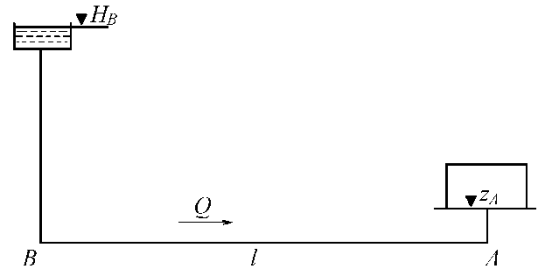

Рис. 2
3. Определить диаметр трубопровода для подачи 15 л/с воды от водонапорной башни В до предприятия А (рис. 2) при длине трубопровода $l = 1000$ м, отметке уровня воды в башне $H_B = 32$ м, геодезической отметке в конце трубопровода $z_A = 2$ м и свободном напоре $H_{св} \geq 12$ м, если трубы:
Перепад уровней в пьезометрах до сужения ($D_1 = 0,1$ м) и в узкой горловине ($D_2 = 0,05$ м) в трубе круглого сечения, в которой установлен водомер Вентури, составляет 0,4 м. Ускорение свободного падения принять равным 10 м/с^2 , $\pi = 3,14$. При входе в узкую горловину водомера, приведенного на рис. 2,
Перепад уровней в пьезометрах до сужения ($D_1 = 0,1$ м) и в узкой горловине ($D_2 = 0,05$ м) в трубе круглого сечения, в которой установлен водомер Вентури, составляет 0,4 м. Ускорение свободного падения принять равным 10 м/с^2 , $\pi = 3,14$. На рис. 2 постепенное расширение называется...